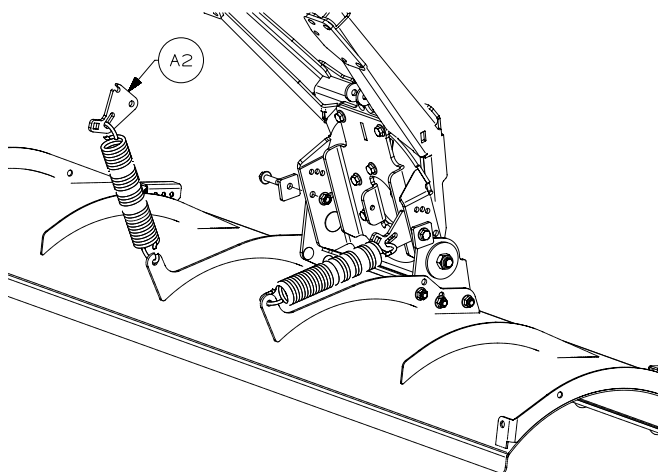

Figure 3
5. Permettre au tube poussoir de pivoter vers l'avant sur l'axe de la bague. Installer les ressorts de lame sur la lame et les crochets de ressort (A2), tel qu'indiqué à la figure 3.
6. Positionner les crochets de ressort (A2) à l'intérieur et les blocs d'arrêt (A8) à l'extérieur de l'ensemble. Poser les fixations (B5, B6) sans les serrer. Les fixations de bloc d'arrêt doivent être suffisamment desserrées pour permettre aux blocs d'arrêt de dépasser les plaques de montage des ailettes (A6). Voir figures 3 et 4 (les ressorts et les lames ne sont pas illustrés par souci de clarté).